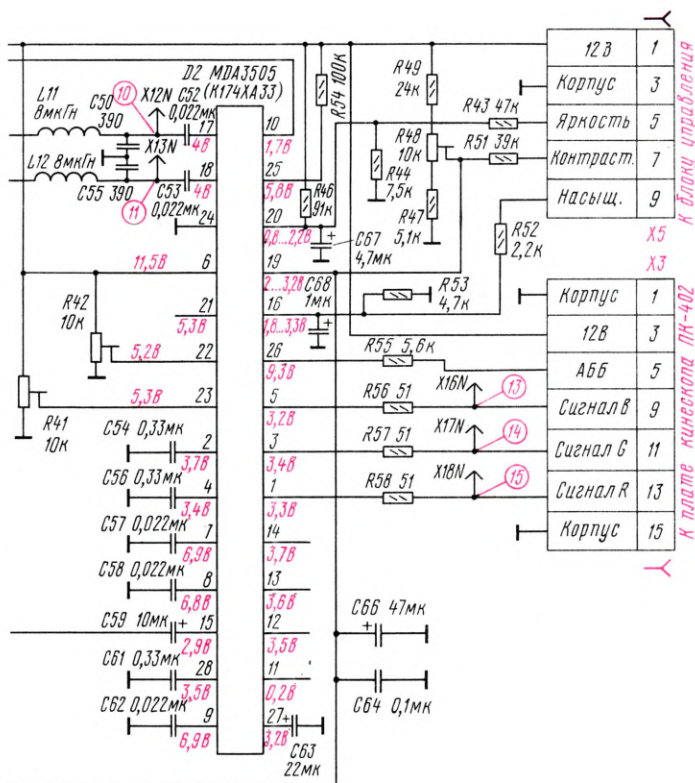
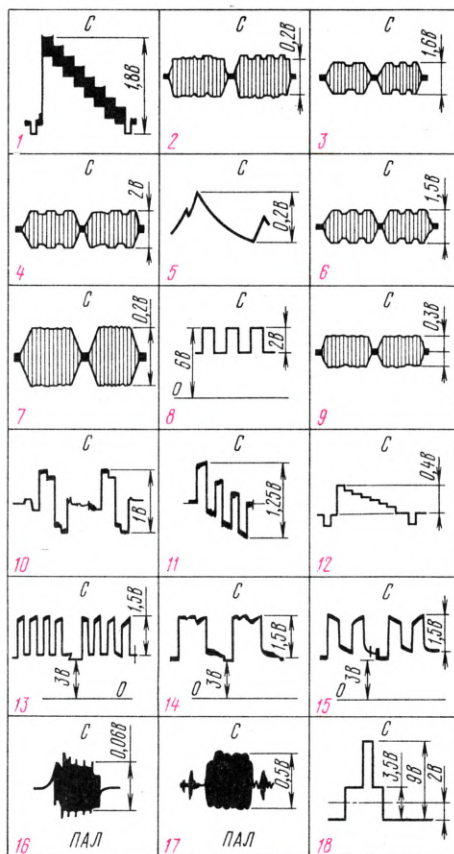

Рис. 5
Рис. 6
2. Байрашевский А. М., Ничипоренко Н. Т. Судовые радиолокационные системы. — М.: Транспорт, 1982, рис. 6. 3.
Принципиальная схема модуля МЦ-402 представлена на рис. 5 (на схеме буква С в скобках рядом с указанным напряжением на выводах обозначает режим приема сигнала СЕКАМ, буква П — режим приема сигнала ПАЛ), а осциллограммы в характерных точках — на рис. 6. Из модуля радиоканала полный цветовой телевизионный видеосигнал (ПЦТВ) поступает на контакт 13 соединителя Х6 (осциллограмма 1 на рис. 6). В модуле видеосигнал проходит через контакт 1 соединителя Х2 на субмодуль цветности ПАЛ и через конденсатор С8 — на входной контур СЕКАМ (контур коррекции ВЧ предискажений — «клеш»), состоящий из катушки L2 и конденсатора С7. Добротность контура определяется сопротивлением резистора R2.
от частоты другой поднесущей («синей» строки в СЕКАМ или ПАЛ) к контуру дополнительно подключается конденсатор C44 или C46 соответственно, перестраивая его. При приеме сигналов СЕКАМ для переключения используются коммутирующие импульсы прямоугольной формы и полустроочной частоты (осц. 8 на рис. 6), формируемые на выводе 7 микросхемы D1 модуля. Через конденсатор C43 они воздействуют на базу транзистора VT3 (на ней сигнал имеет ту же форму, что и на осц. 9, но постоянная составляющая отсутствует). Так как напряжение коммутации положительно во время «синей» строки СЕКАМ, транзистор открывается и параллельно конден-